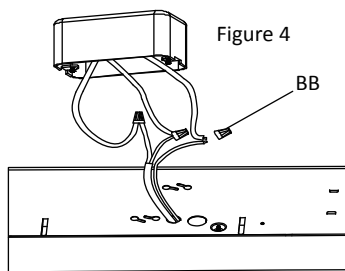

Figure 4
1. Pour une bonne connexion, apposer les capuchons de connexion (BB) sur les fils et tourner dans le sens des aiguilles d'une montre jusqu'à ce qu'ils soient bien serrés (Figure 4)